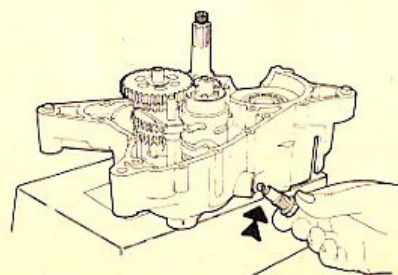

FIG. 35 Montaggio busta portasfera
- 7) Montare la busta portasfera completa di molla e sfera e avvitare fino in fondo (fig. 35). Controllare che la sfera sia entrata nelle tacche del desmodromico.